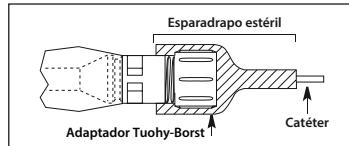

Figura 8
• El extremo del adaptador Tuohy-Borst del protector contra contaminación del catéter debe fijarse con esparadrapo estéril para evitar que el catéter de inserción se mueva (consulte la figura 8).